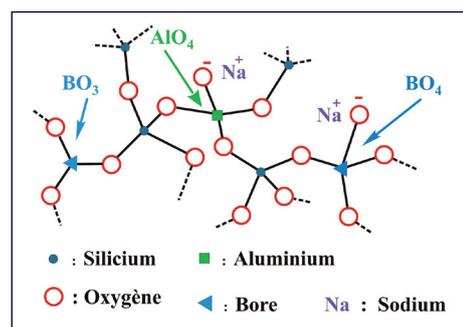

Fig. 8 - Des charges (ions) apparaissent dans la structure
- du sodium, qui abaisse la température nécessaire pour fondre le mélange. Des charges (ions) apparaissent dans la structure (fig.8). Le sodium a cependant comme inconvénient d'augmenter la solubilité du verre dans l'eau ;